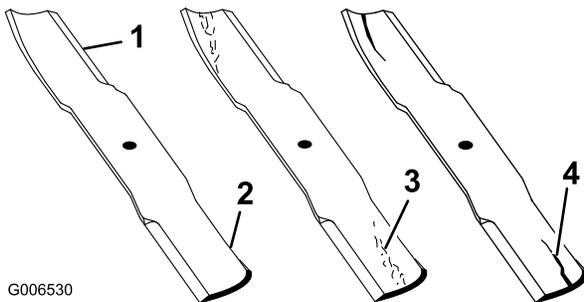

Figura 92
1. Inspeccione as extremidades de corte (Figura 92). Se as extremidades não estiverem afiadas ou estiverem amolgadas retire e afie as lâminas. Consulte Itens e condições não abrangidos (página 76).
2. Inspeccione as lâminas, especialmente a área em curva (Figura 92). Se verificar quaisquer danos, desgaste, ou a formação de ranhuras nesta área (Figura 92), instale imediatamente uma lâmina nova.